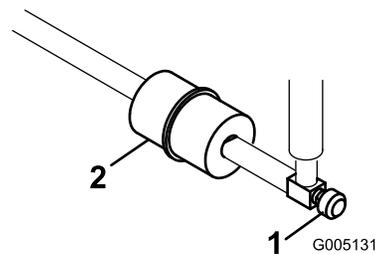

Рисунок 46
В топливном трубопроводе между топливным баком и карбюратором встроены проходной фильтр. (Рисунок 46). Убедитесь в том, чтобы стрелка на фильтре была направлена от топливного бака.
1. Закройте отсечной топливный клапан, снимите хомут шланга на обращенной к карбюратору стороне фильтра и отсоедините от фильтра топливный трубопровод (Рисунок 46).
2. Подставьте под фильтр сливной поддон, снимите оставшийся хомут и снимите фильтр (Рисунок 46).